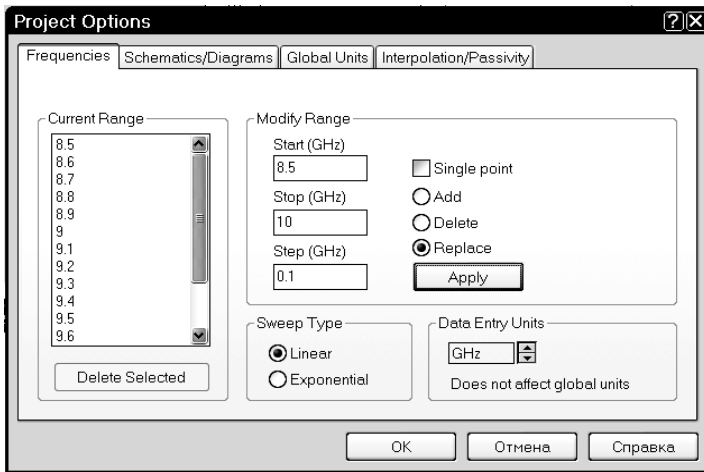

Рис. 4.31
**Project Options** в левом окне проекта. В открывшемся окне опций рис. 4.31 на вкладке **Frequencies** в поле **Start (GHz)** введите **8.5**, в поле **Stop (GHz)** введите **10**, в поле **Step (GHz)** введите **0.1**, отметьте **Replace**, нажмите **Apply** и **OK**.